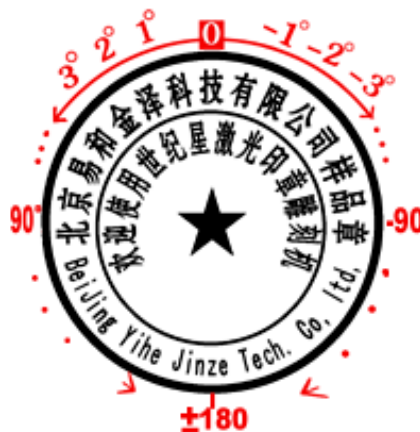

Fig.5-7
3. Texte Ellipse: cliquez sur la souris le centre du texte Ellipse, le printemps à la fenêtre de configuration et définir le paramètre et les textes, cliquez sur OK pour terminer ajoutez. (Fig.5-7)